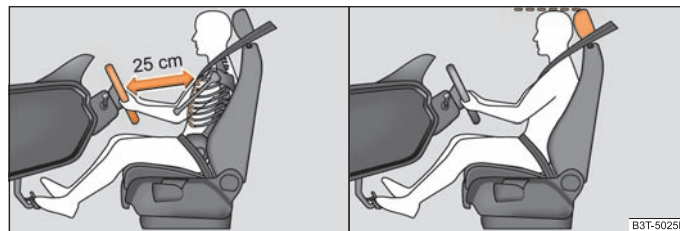

Abb. 147 Der richtige Abstand des Fahrers vom Lenkrad / Die richtige Kopfstützeinstellung des Fahrers
- Stellen Sie das Lenkrad so ein, dass der Abstand zwischen Lenkrad und Brustbein mindestens 25 cm beträgt \Rightarrow Abb. 147 - links.
- Stellen Sie die Kopfstütze so ein, dass die Oberkante der Kopfstütze sich möglichst auf einer Höhe mit dem oberen Teil Ihres Kopfes befindet ⇒ Seite 166, Abb. 147 - rechts.
- **Der Fahrer muss einen Abstand zum Lenkrad von mindestens 25 cm einhalten ⇒ Seite 166, Abb. 147 - links. Wenn Sie den Mindestabstand nicht einhalten, kann Sie das Airbag-System nicht schützen - Lebensgefahr!**
- Stellen Sie die Kopfstützen so ein, dass die Oberkante der Kopfstützen sich möglichst auf einer Höhe mit dem oberen Teil Ihres Kopfes befinden ⇒ Seite 166, Abb. 147.